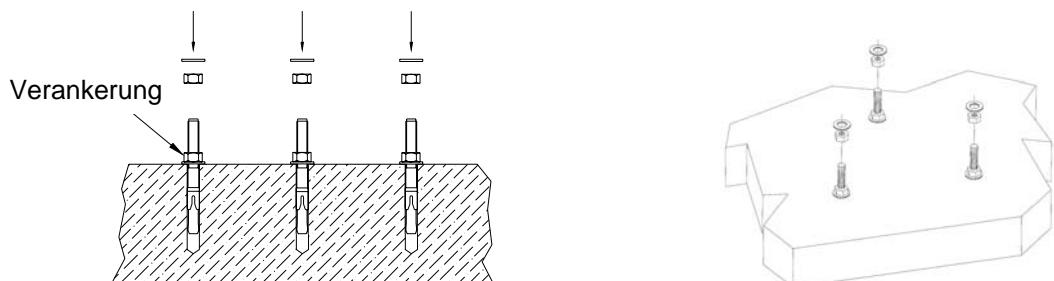

Abb.3
- Die Sechskantmuttern mit den Unterlegscheiben in der angegebenen Reihenfolge einschrauben (Abb.3);